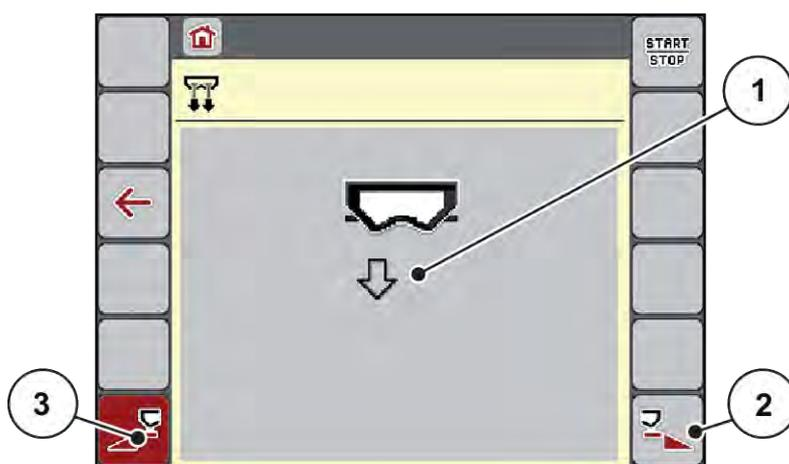

Fig. 27: Menu Vidage rapide
*L'écran affiche le tronçon souhaité avec un symbole (Fig. 27 [3]).*